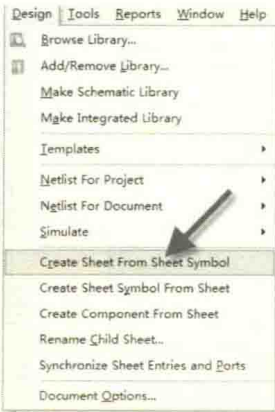
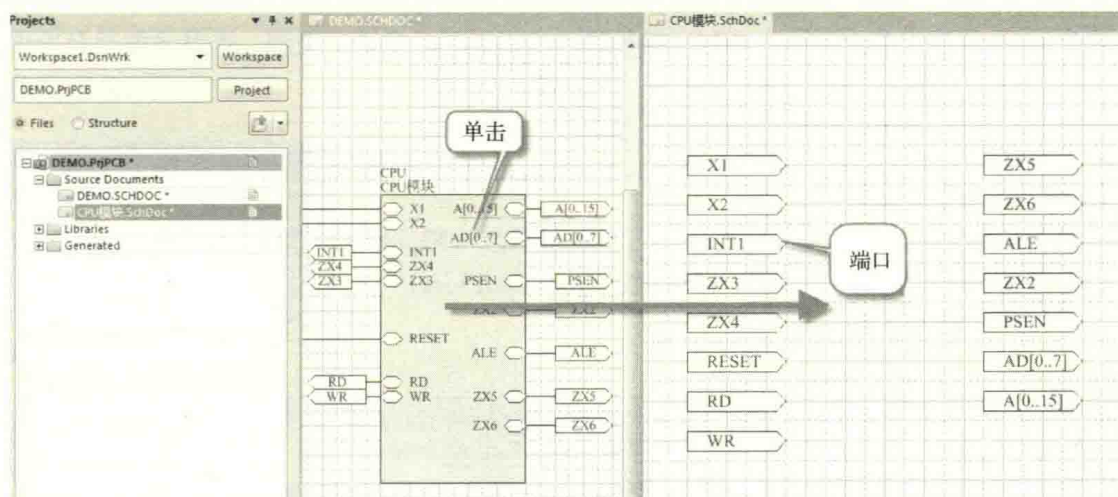

图 4-88 快速产生新图形文件
图 4-89 子图的自动生成
(8) 自上而下设计层次型电路, 应先建立方块图, 再绘制方块图相应的电路图。而绘制电路图时, 其端口符号必须和方块图的内部 I/O 端口符号相对应, 不能多也不能少。执行菜单命令 “Design>Create Sheet From Sheet Symbol”, 如图 4-88 所示, 并单击 CPU 模块方块图, 可以快速产生新图形文件, 并且自动产生相应的端口和方块图的内部 I/O 端口对应, 如图 4-89 所示。